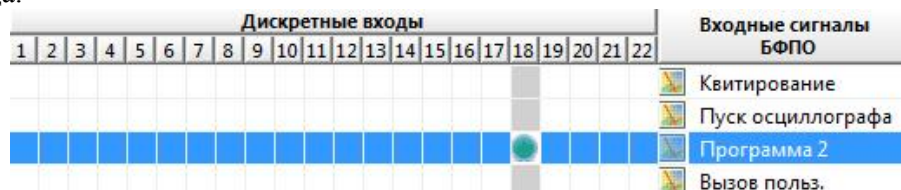

Рисунок 1 - Таблица подключений блока
- настройки таблицы подключений блока (рисунок 1);